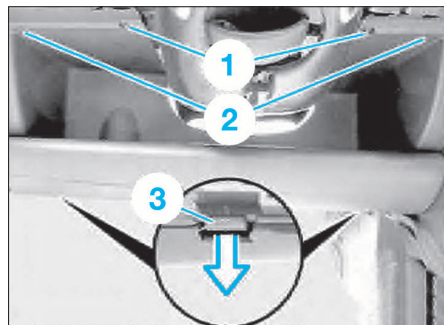

FIG. 4
- Déposer les 2 vis (1) (Fig.4) du vide-poches côté conducteur, sous la colonne de direction.
- Déclipser les clips (2) et (3) le vide-poches et le déposer.